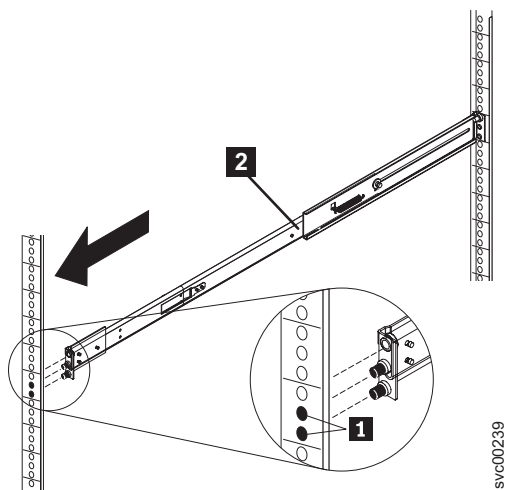

図 79. 右側レールの引き延ばし
4. 右側スライド・レール **2** を拡張して、これを前面ラック・マウント・フランジに、図 79 に示すように、挿入します。この際、レール・ピン **1** がこのフランジから突き出した状態にします。同じ方法で左側レールを挿入します。